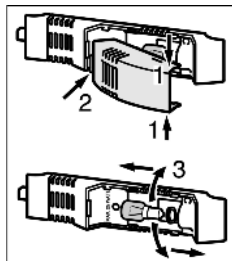

Fig. 16
- ▶ Saisir la protection d'ampoule en haut et en bas *Fig. 16 (1)*.
- ▶ Déclipser à l'arrière et détacher la protection d'ampoule *Fig. 16 (2)*.
- ▶ Remplacer la lampe *Fig. 16 (3)*.